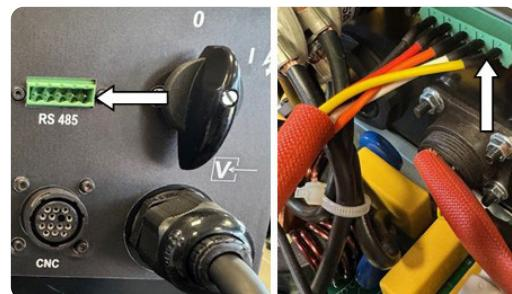

Fig. 10
- ◆ Inserte el conector Modbus RS485 rectangular verde presente en un extremo de la conexión 5587467 (pos.6) en la ventana ahora disponible que estaba debajo de la placa anterior y fíjelo como se muestra en la fig.10.